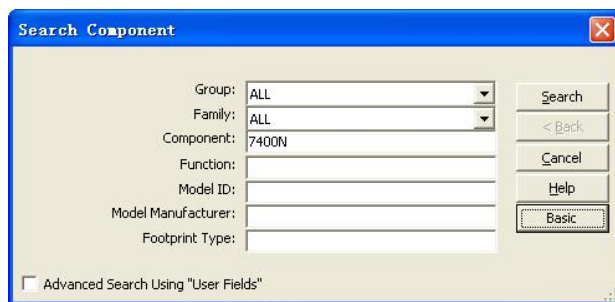
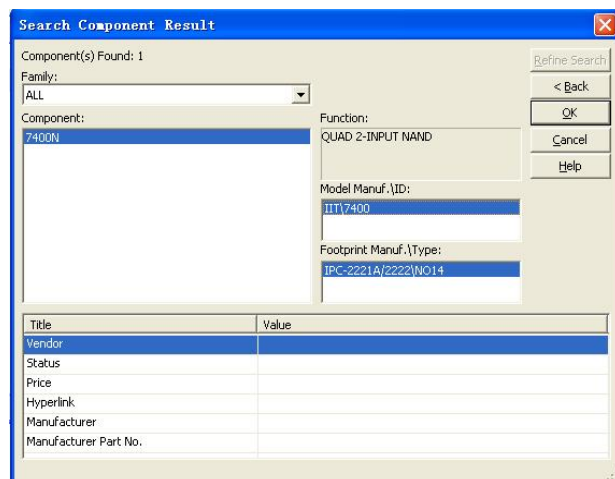

图 1-21 Search Component 对话框
图 1-22 元件查找结果
① Search 按钮：用于查找元件。单击该按钮后将出现如图 1-21 所示的对话框。可以在 Component 栏内输入所要查找的元件名称（不需要输入完整的零件名称，可以用“*”代替多个字符或用“？”代替一个字符进行模糊搜索，同时输入字符不限制大小写）；或在 Model Manufacturer 栏内指定所要查找的元件制造厂商名称；或在 Footprint Type 栏内指定所要查找的元件外形名称。如果找到符合查找条件的元件，则显示结果，如图 1-22 所示。